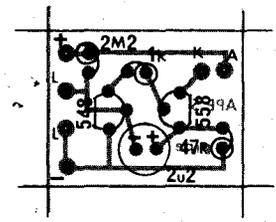
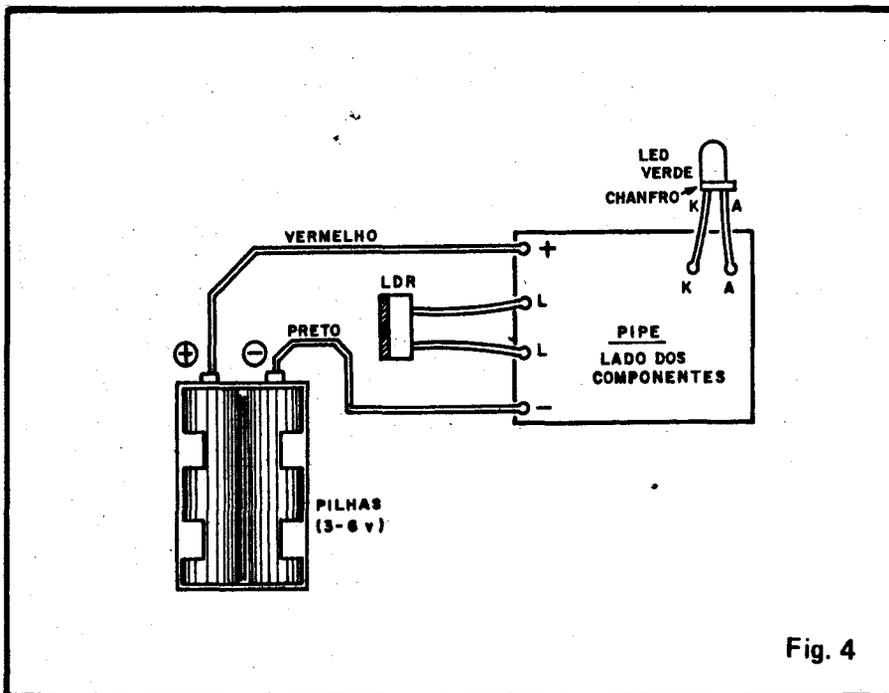

Fig. 3
Fig. 4
- FIGURA 4 - Diagrama das conexões externas à placa (vista pelo lado dos componentes, como na fig. 3). Observar a polaridade das pilhas: o vermelho é (+) e o preto é (-) e a identificação dos terminais A e K do LED, referenciados pelo chanfro (indicado pela setinha). A identificação das ilhas destinadas às conexões periféricas está codificada tanto na fig. 3 como na fig. 4.